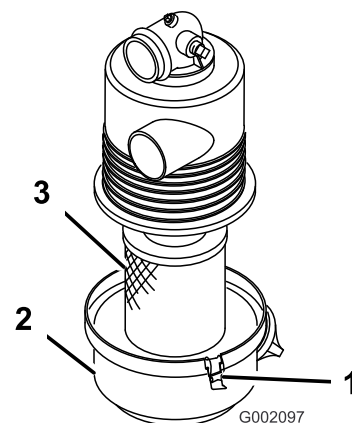

Figura 24
2. Inspeccione la carcasa del limpiador de aire por si hubiera daños, que podrían causar una fuga de aire. Asegúrese de que la tapa hace un buen sello alrededor de la carcasa del limpiador de aire (Figura 24).
- Abra los enganches que sujetan la tapa del filtro de aire a la carcasa del filtro de aire (Figura 24).
- Separe la tapa del filtro de aire de la carcasa del filtro de aire, y limpie el interior de la tapa (Figura 24).